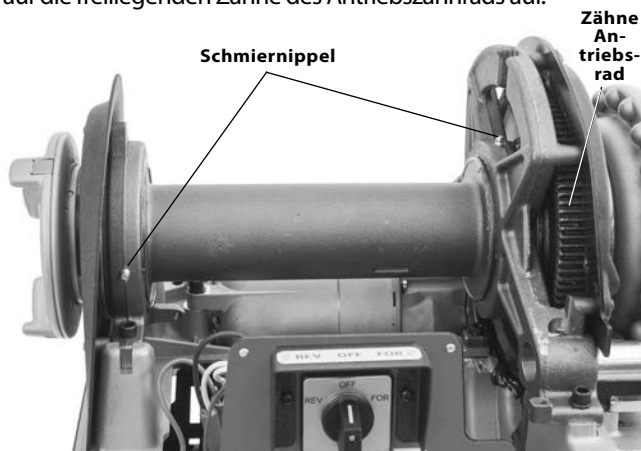

Abbildung 29 – Schmierungspunkte
Entfernen Sie je nach Häufigkeit der Nutzung alle 2 bis 6 Monate die obere Abdeckung und geben Sie mit einer Fettpresse Hochdruckfett (EP) auf Lithium-Basis in die Schmiernippel der Wellenlager (Abbildung 29). Tragen Sie eine kleine Menge Schmierfett auf die freiliegenden Zähne des Antriebszahnrad auf.